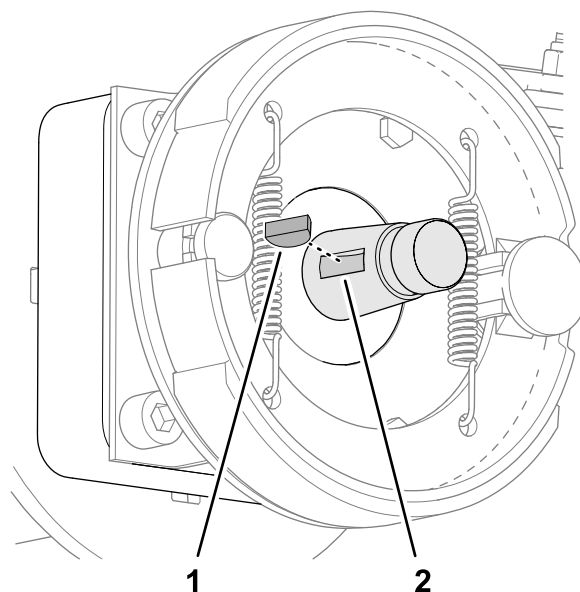

Bild 71
2. Führen Sie die Passfeder in die Nut der Radmotorwelle ein (Bild 71).